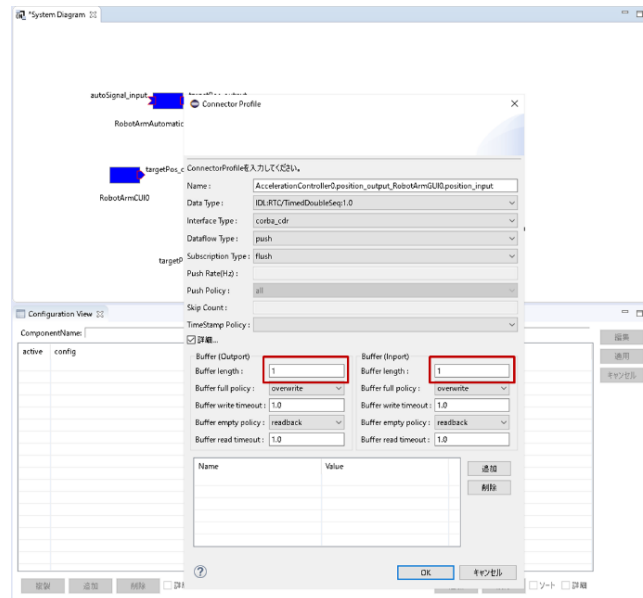

図 27 Buffer length の設定
A. RTSysEditor で「RobotArmGUI」と「AccelerationController」コンポーネントを接続する際に、表示されたダイアログの「詳細」にチェックマークを入れ、「Buffer length」を 1 に設定してから OK を選択してください (図 27)。計 4 箇所指定します。